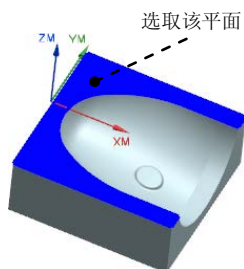

图 13.24 切削区域
Step2. 选取图 13.24 所示的面为切削区域, 在“切削区域”对话框中单击 **确定** 按钮, 完成切削区域的创建, 同时系统返回到“面铣削区域”对话框。